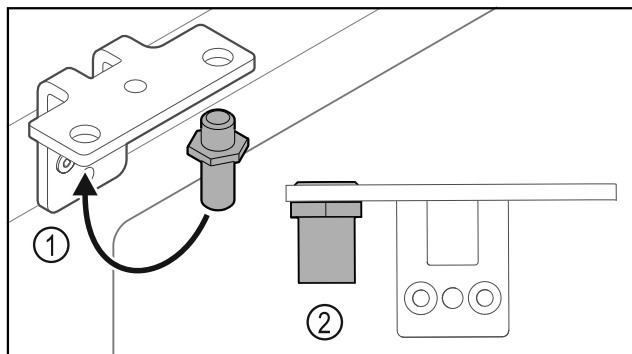

Fig. 17
- ▶ Преместете болта Fig. 17 (1) в ъгъла на пантата.
- ▶ Затегнете болта Fig. 17 (2) с **въртящ момент от 12 Nm**.